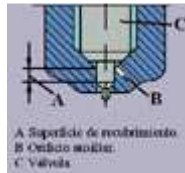

Fig. 39
- Inyector de orificio piloto (**fig. 39**)